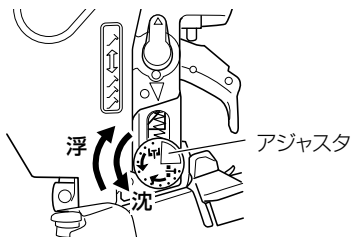

図 19
(1) アジャスタの調整
- 釘の頭が浮くときはアジャスタを沈む方(マーク **III**)に回します(図 19、20)。